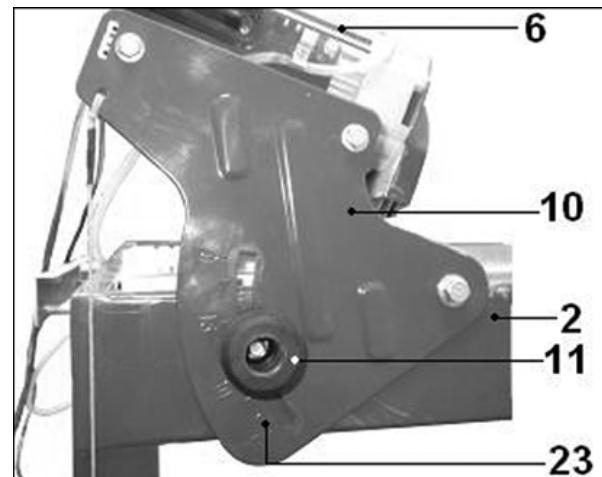

Рис. 9
10.2. Регулировка угла наклона резания (Рис. 9)